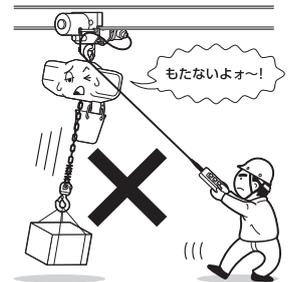
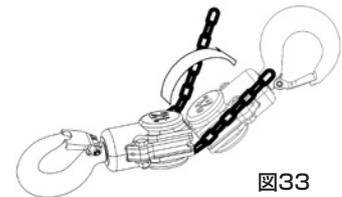

図32
図33
- (2) ブラッキング（急逆転）や過度のインチング（寸動運転）をしないでください。
- (3) 押ボタンコードを他のものに引っ掛けたり、強く引っ張らないでください。（図32）
- (4) 負荷時間率、始動頻度を超える使用は絶対にしないでください。
- (5) 単相電気チェーンブロックの電源は専門知識のある人以外は、エンジン発電機から接続しないでください。
- (6) 単相電源をエンジン発電機から接続する場合は、定格出力100-3kVA以上の発電機を使用してください。スローダウン機能付の発電機および溶接用発電機は、使用できません。またアースは必ず接続してください。
- (7) 本体に取り付けられた、警告および注意表示の銘板やラベルを外したり、不鮮明なまま使用しないでください。
- (8) 使用前に下フックが円滑に回転することを確認してください。
- (9) 巻上げは、ロードチェーンが張ったところで、いったん停止してください。
- (10) 押ボタン・ロードチェーンの回りにじんあい、砂などがたい積しないように常に清掃してください。
- (11) 共づりする場合は、2台が連動する操作方式としてください。
- (12) 作業に対し揚程（チェーン長さ）が十分であることを確認してください。
- (13) ロードチェーンの掛け数が2本以上の場合は、下フックがロードチェーンの間をくぐってトンボ返りした異常状態になっていないか確認してください。（図33）
- (14) ロードチェーンに油が付いているか確認してください。
- (3)玉掛け用具がフックの適正な位置に掛かっていないままつり上げると、荷の移動時に玉掛け用具の位置がずれ、ショック荷重がかかり大変危険です。一旦荷を降ろして、正しくつり直してください。
- (4)図33の $\theta$ 角度が広すぎると、玉掛け用具にかかる力が大きくなり、外れ止めの破損や荷の落下につながる危険性があります。荷のつり箇所を変えるか、つりしろに余裕がある場合には、玉掛け用具を長くすることによって $\theta$ 角度が改善されます。図の $\theta$ が $60^\circ$ を超えるご使用はしないでください。図の $\theta$ は、 $60^\circ$ 以内でご使用ください。
- (5)玉掛け用具が太く外れ止め金具が役割を果たしていない状態では、使用しないでください。